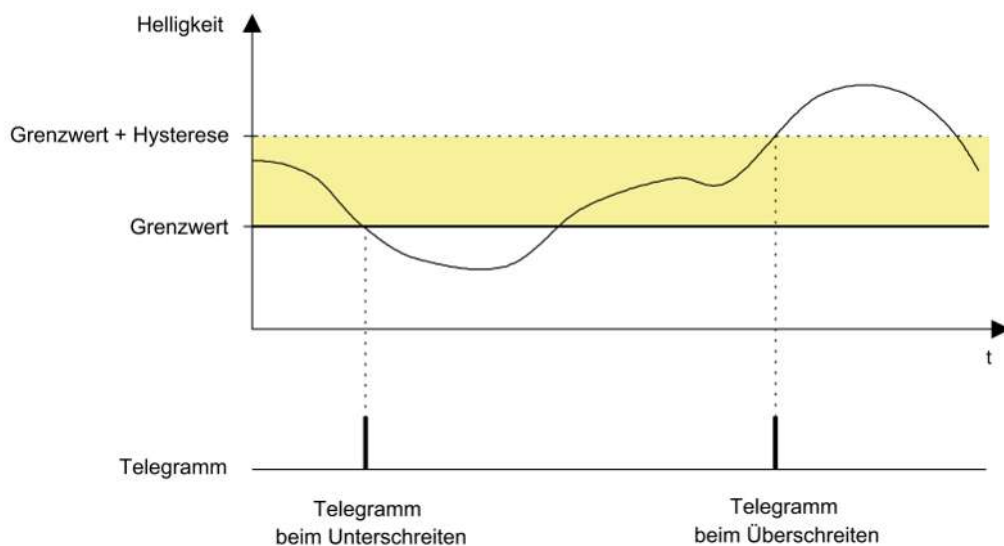

Bild 35: Beispiel 2 zur Grenzwertdefinition
2. Helligkeitsgrenzwert = Untere Schwelle (siehe Bild 35)